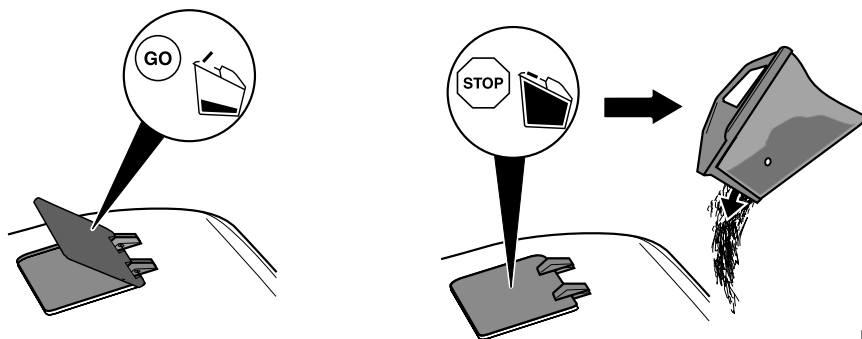

Рис. 9
- При пустом травосборнике во время скашивания индикатор открыт (Рис. 9).
- При наполнении травосборника индикатор не открывается (Рис. 9).